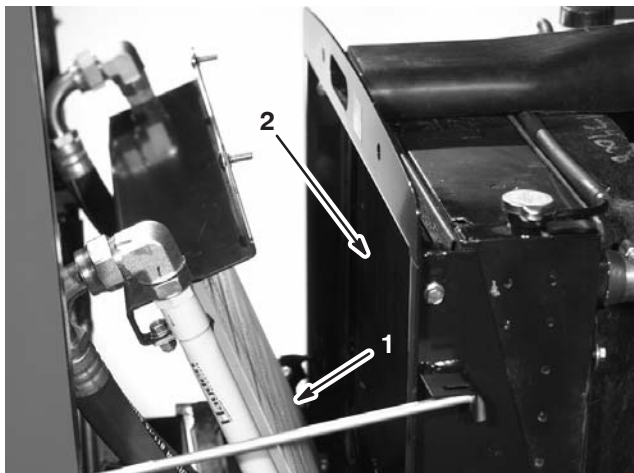

Bild 53
3. Kippen Sie den Ölkühler nach hinten. Reinigen Sie beide Seiten des Ölkühlers und des Kühlerbereichs (Bild 53) gründlich mit Druckluft.